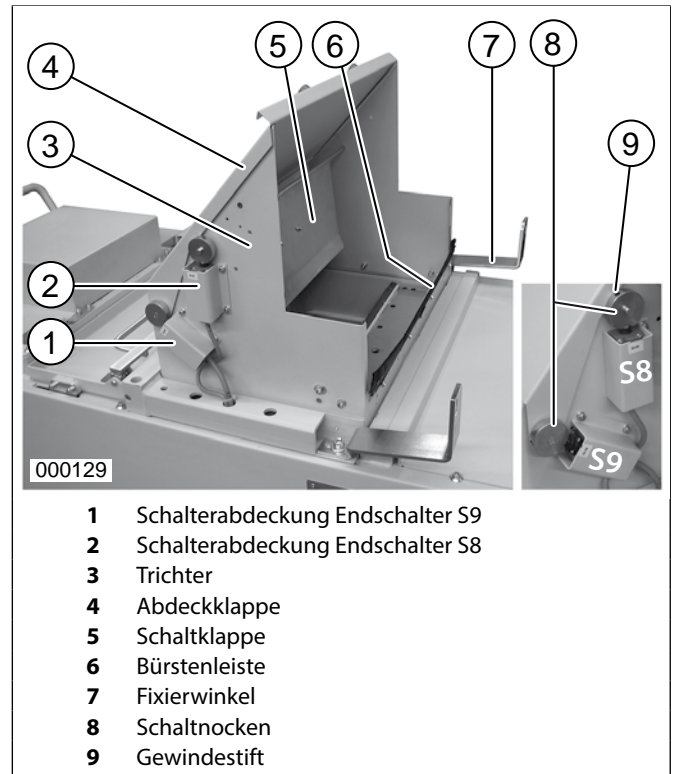
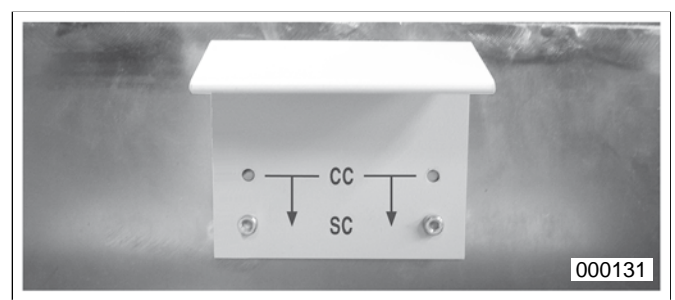

Abb. 2 Trichter
Abb. 3 Sicherheitswinkel Überfüllung
3. Die Bürstenleiste (Abb. 2/6) am Trichter soweit nach oben schwenken bis die Bürste in Richtung Pressraum geneigt steht. Bürstenleiste in dieser Stellung mit den zwei mitgelieferten Innensechskantschrauben M6x16 und Unterlegscheiben am Trichter fixieren (oberes Bohrloch zur Befestigung verwenden).
4. Beide Schalterabdeckungen (Abb. 2/1+2) abmontieren. Den Endschalter S8 mit 2 Schrauben M4x40 und Muttern M4 unterhalb des Schaltnockens der Schaltklappe (Abb. 2/8) befestigen. Gewindestift (Abb. 2/9) lösen (Inbusschlüssel 2,5mm), Nocken in Position drehen und Gewindestift wieder festziehen
5. Den Endschalter S9 mit 2 Schrauben M4x40 und Muttern M4 unterhalb des Schaltnockens der Abdeckklappe (Abb. 2/4) befestigen. Gewindestift (Abb. 2/9) lösen (Inbusschlüssel 2,5mm), Nocken in Position drehen und Gewindestift wieder festziehen.
6. Die beiden Schalterabdeckungen (Abb. 2/1+2) jeweils über den Endschaltern positionieren und mit je zwei Schrauben M5x16 und Muttern M5 am Trichter befestigen.
7. Abdeckklappe (Abb. 2/4) öffnen. Position des Sicherheitswinkels Überfüllung prüfen (Abb. 3):
1. Den Verdichter unter den Shredder schieben. Shredder und Verdichter mit Hilfe der beiden dem Shredder beigelegten Fixierwinkel (Abb. 2/7) verschrauben (Abb. 1).